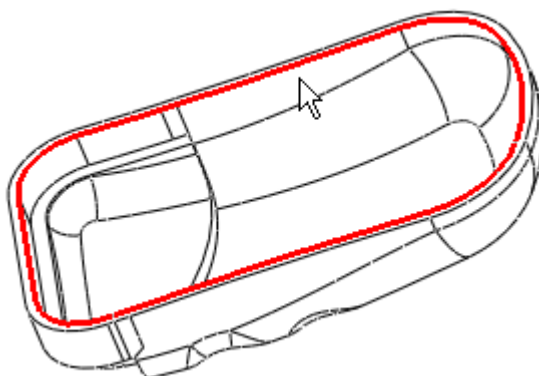

图 42-37
- (1) 单击菜单【插入】 【高级】 【唇】命令。
- (2) 如图 42-37 所示，选择模型底边的内缘边线，然后单击【完成】命令。